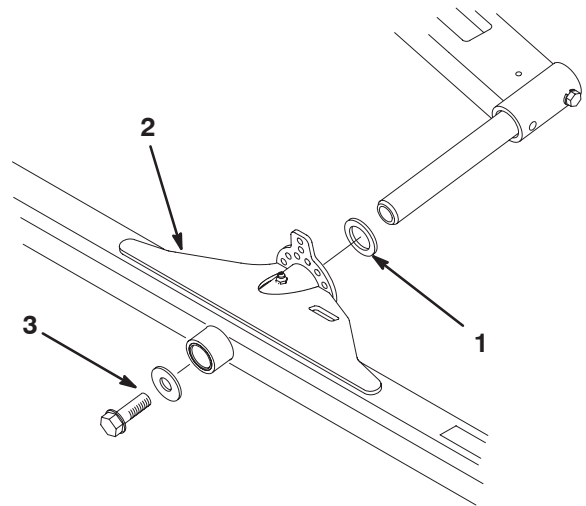

Figure 8
1. Glissez une rondelle de butée sur la tige de pivot du bras de relevage (Fig. 8).
2. Poussez le bâti porteur du plateau de coupe sur la tige de pivot et fixez-le avec une rondelle plate et une vis à collerette (Fig. 8).